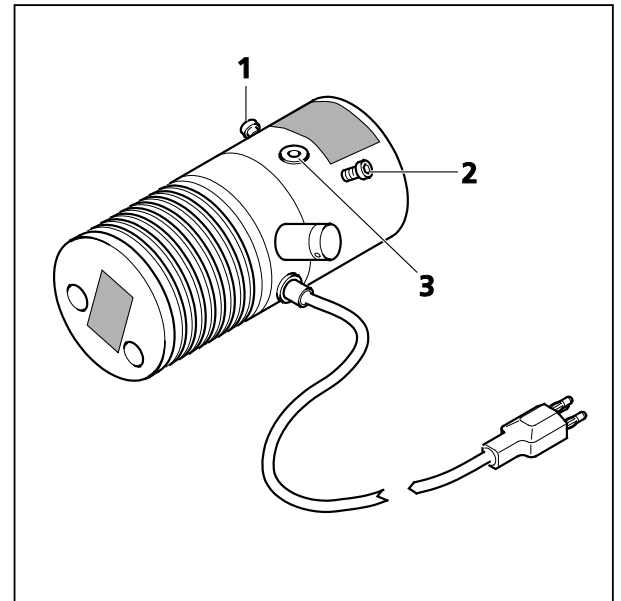

Bild 5 VIS-LED justieren
- Okular entfernen und im Pupillenbild die Abbildung der Beleuchtung mit den Justierschrauben (Bild 5/1 und 2) zentrieren.
- Mit Fokussierschraube (Bild 5/3) gleichmäßige Ausleuchtung des Pupillenbildes optimieren.